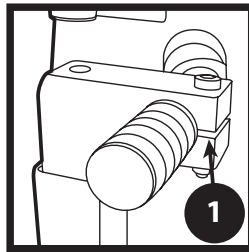

FIGURA 10
- Cada treinta días, aplique aceite de máquina ligero al conjunto de alineación. (Figura 10) Es suficiente con dos gotas de aceite.